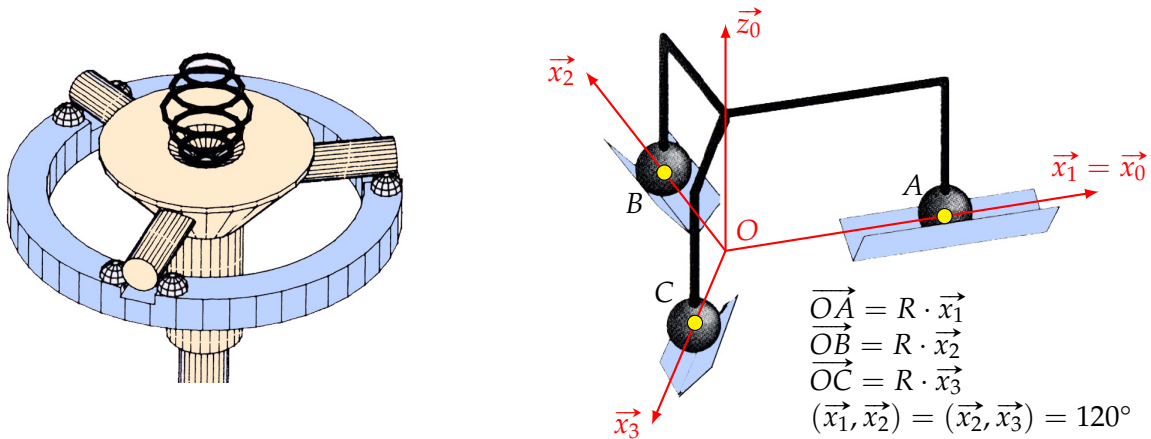

FIGURE 7 – Modélisation cinématique de la tête
La figure 7 précise la modélisation cinématique de la liaison entre le palpeur (noté 1 pour la suite) et la couronne (0).